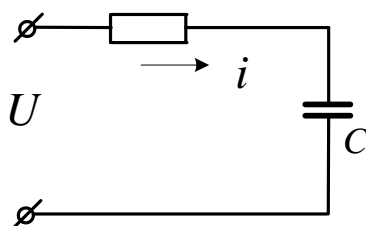

Рисунок 45
**Задача 38.** По цепи (рис. 45), состоящей из последовательно соединенных резистора сопротивлением  $R=100\text{Ом}$  и конденсатора емкостью  $C=31,8\text{мкФ}$  протекает синусоидальный ток с амплитудой  $I_m=1,41\text{А}$ ,  $f=50\text{Гц}$ . Определить мгновенные значения приложенного к цепи напряжения, напряжений на резисторе и конденсаторе.